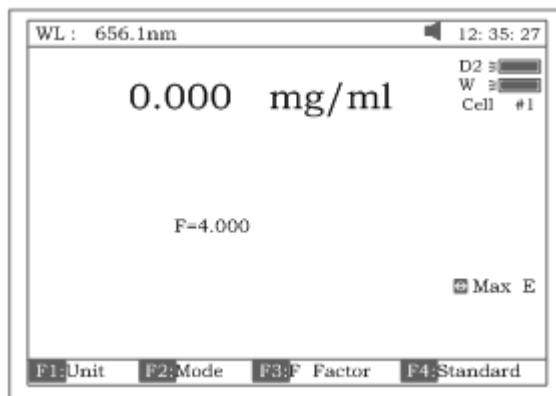

Рисунок 24
- 4.2. Установите пробу с известным уровнем концентрации на пути луча. Нажав клавишу **[F4]**, введите известное значение концентрации (рис.24). Затем поставьте кювету с пробой на пути луча и снимите показания уровня концентрации.